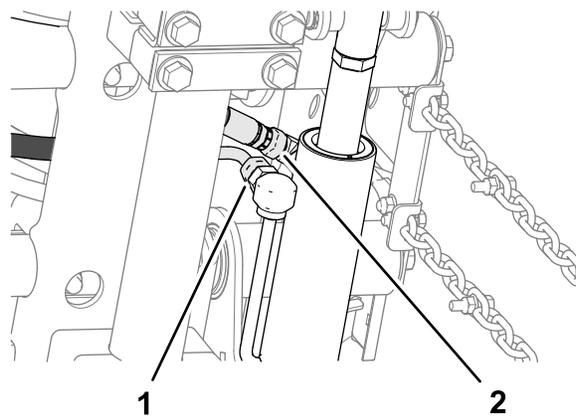

Figura 16
- Alinee un espaciador entre la placa del bastidor y la placa de montaje (Figura 16), y ensamble provisionalmente las placas y el espaciador con un perno de cuello cuadrado ($\frac{3}{8}$ " x $1\frac{1}{4}$ ") y una contratuerca con arandela prensada ($\frac{3}{8}$ ").